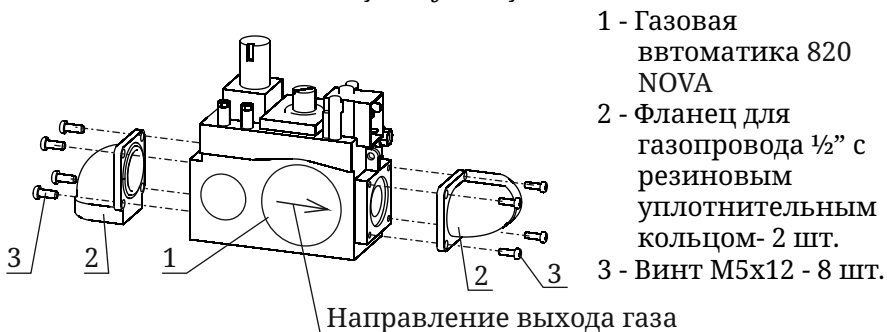

Рисунок 9. Установка фланцев для газопровода на газовую автоматику 820 NOVA
3. Закрепить датчик тяги (21) на панель монтажную (18) винтами М3 (20) и гайками М3 (16).
4. Соединить газовый коллектор в сборе (7) с панелью монтажной (18) с помощью винтов М5 (11) и гаек М5 (14).
5. Установить газовую автоматику 820 NOVA в сборе (1) на газовый коллектор в сборе (7), соблюдая направление выхода газа, указанного стрелкой на автомате (см. рисунок 9). При установке газовой автоматики (1) необходимо выставить крепление до совпадения отверстий на монтажной панели (18) и газовой автомате (1). Предварительно необходимо произвести герметизацию резьбовых соединений на газовом коллекторе (7), материалами сертифицированными для использования в газоснабжении.
6. Установить один конец крепления (25) на газовой автомате 820 NOVA (1) и закрепить винтом М4 (19), другой конец крепления (24) установить на панель монтажную (18) и закрепить винтом М5 (11) и гайкой М5 (14).